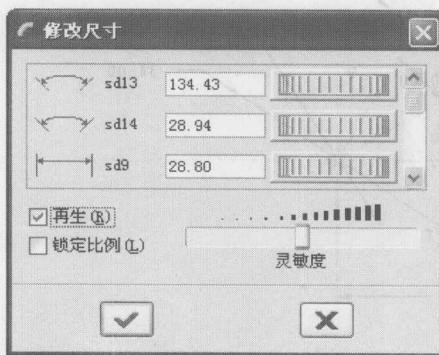

图 2-7
② 选中图 2-6 草图的所有尺寸, 在草绘工具箱中单击  按钮, 系统弹出如图 2-7 所示对话框。